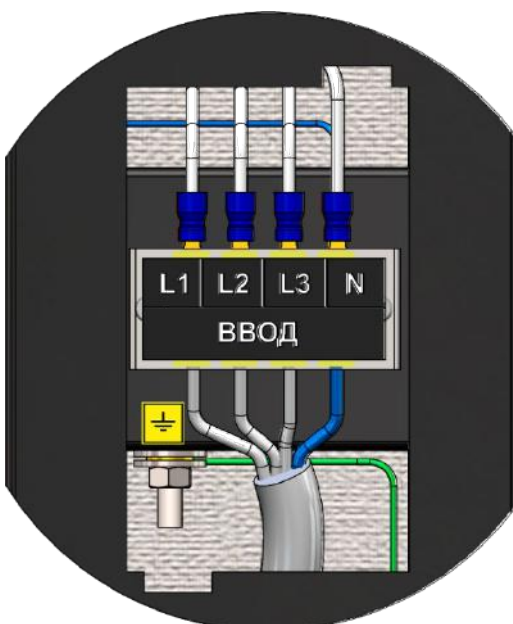

Рис. 6 Схема подключения электроводонагревателя к трехфазной сети 380 В
- Подключить электроводонагреватель к сети переменного тока - присоединить рабочий нулевой провод на клемму (N) электроводонагревателя, фазные провода на клеммы L1, L2, L3. Обеспечить заземление котла (PE), подключив провод на болт "ЗАЗЕМЛЕНИЕ". Схема подключения указана на Рис. 6.